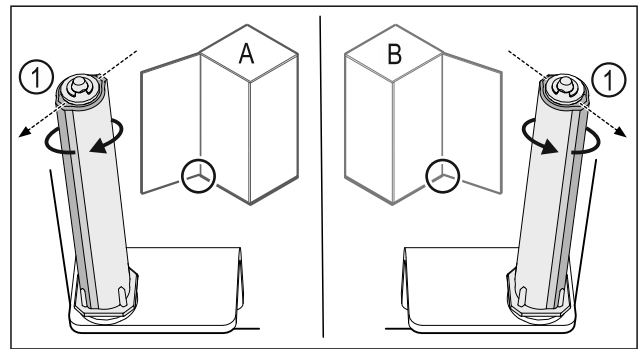

Fig. 41 Розкриття ліворуч (A) / Розкриття праворуч (B)
- ▶ Систему закриття повертати проти опору доки перемичка системи закриття Fig. 41 (1) не показуватиме назовні.